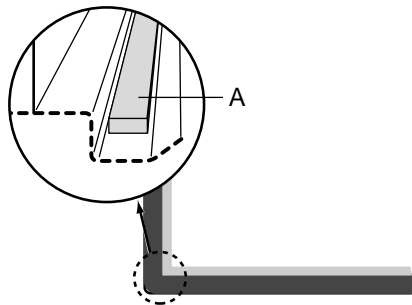

fig.6
- Plak het meegeleverde afdichtband (A) onder de rand van de kookplaat (zie fig. 6).